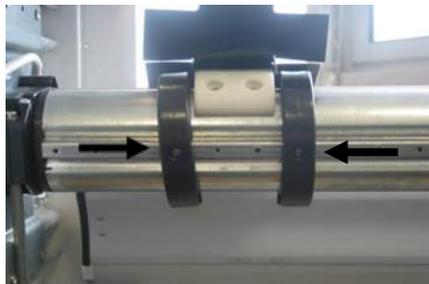

Figure 8
- Tirer le tablier vers le haut en le déroulant, placer les DVA sur l'axe et insérer l'attache à l'axe dans les trous des bagues. Resserrer les bagues (Figure 8)